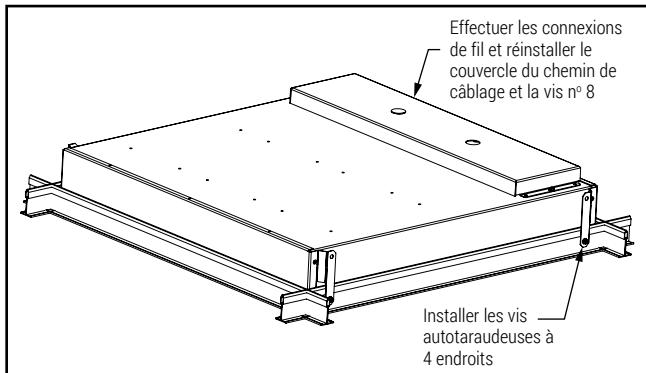

Figure 5.
8. En utilisant l'entrée défonçable ouverte du chemin de câble, fixez le câble d'alimentation flexible et le chemin de câble à la plaque arrière avec la vis (figure 5).